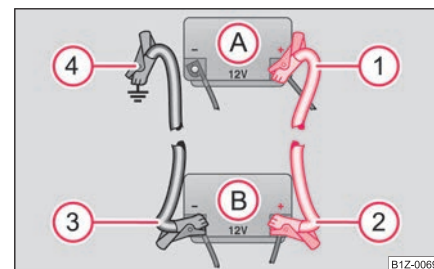

Fig. 230 Ayuda de arranque con la batería de otro vehículo: A - batería descargada del vehículo, B - batería auxiliar
- Conecte un extremo ① al polo positivo ⇒ fig. 230 de la batería descargada (A).
- Conecte el otro extremo ② al polo positivo de la batería auxiliar (B).